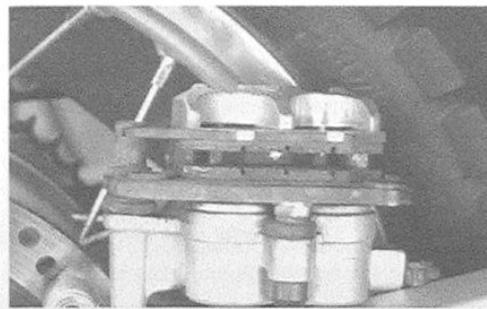

Bild 45
- Neue Beläge wie Bild 45 gezeigt einsetzen.